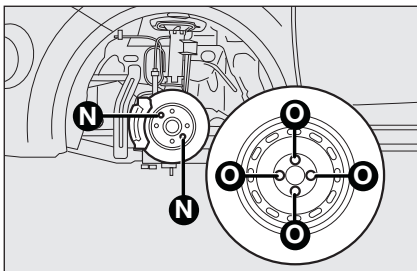

fig. 7
- montare il ruotino di scorta facendo coincidere il perno **N**-fig. 7 con uno dei fori **O** presenti sulla ruota;